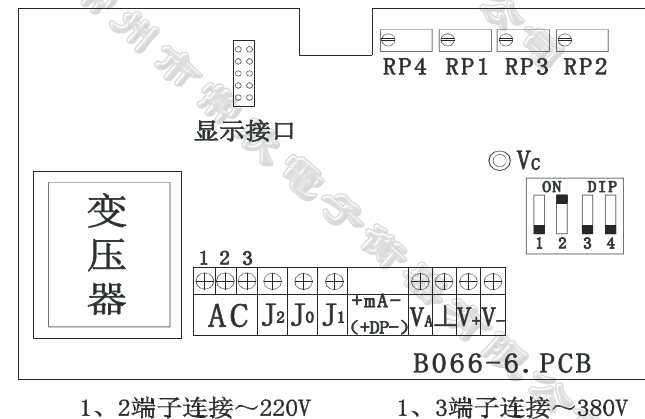

图 4
(1) 检查电源进线处对地（外壳）的绝缘电阻，可用 500V 摇表测量不得低于 1MΩ。
(2) 接通电源，此时重量显示器应亮并显示数字。
(3) 自检功能检查，按下仪表盒上的自检键，数显示值在报警值以上，此时应切断起升控制回路，起重机停止向上作业并同时有声光报警信号，说明超载控制系统工作正常。
(4) 按图 4 调整元件布置位置进行下列步骤调整：